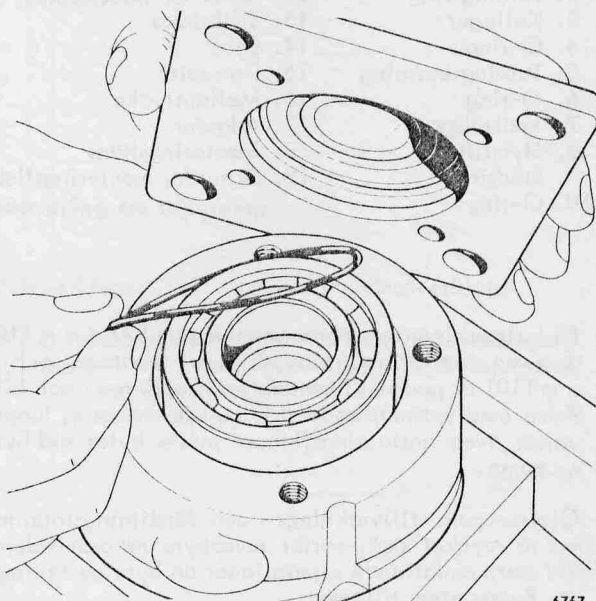

Fig 166. Borttagning av monteringsfläns och O-ring.
8. Ta bort monteringsflänsen 18, O-ringen 4, lagret 3, tätningsringarna 1 och 2, se fig 166.